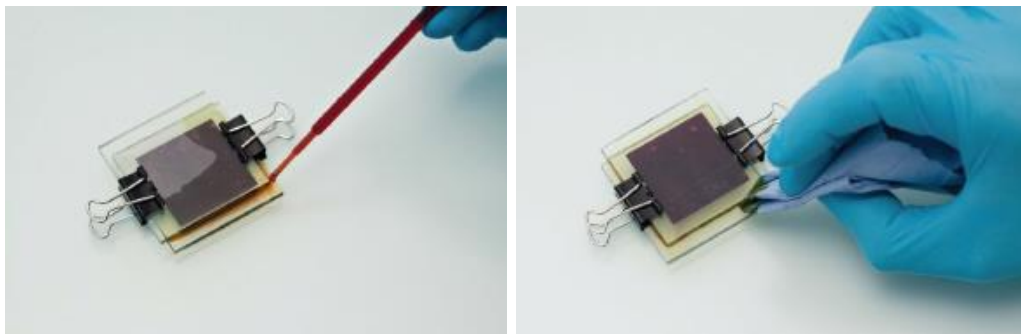

Figura 9. Introdução do eletrólito na célula.
- Pipetar 1 mL de eletrólito com uma pipeta de plástico e proceder como mostra a Figura 9. Encostar a ponta da pipeta à zona de união dos dois vidros e pressionar ligeiramente para que o eletrólito preencha toda a célula. Por fim, limpar o excesso de eletrólito com papel absorvente.